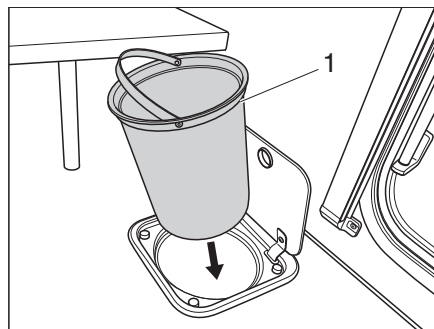

Bild 149 Abfallbehälter Küche
- Abfallbehälter (Bild 149,1) am Henkel entnehmen und nach den gültigen Vorschriften entleeren.